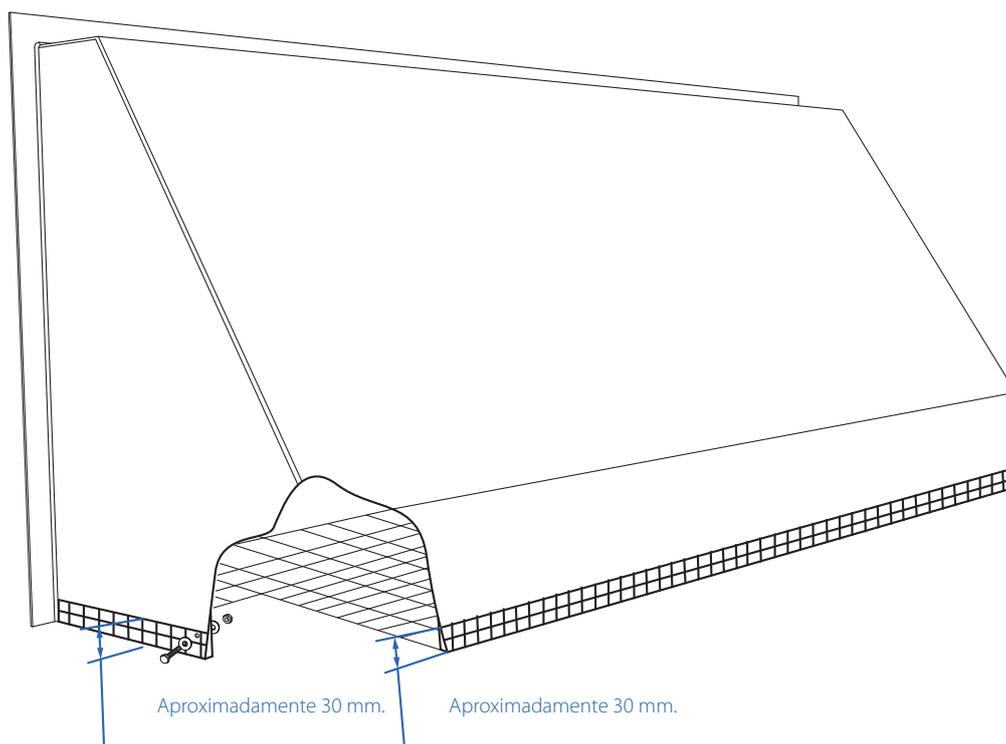

Fig. 06. Sujetar la malla al cubreventanas con los tornillos.
- Poner la malla en su posición en el cubreventanas y doblar la parte sobrante para poder atornillar. Aproximadamente hay que doblar unos 30 milímetros de malla. (Fig. 05 y Fig. 06)